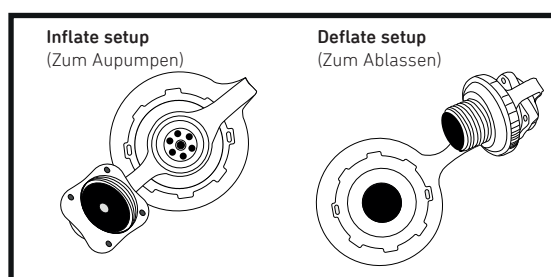

Abb. 2
5. Stellen Sie sicher, dass das Aufpumpventil in der Aufpump-Position ist (Abb. 2).
- Die Aufblasventile an drei Beinen geschlossen sind und eines in der Position zum Aufpumpen steht (Abb. 2),
3. Setzen Sie das Ventil in die Luftablass-Position (Abb. 2).